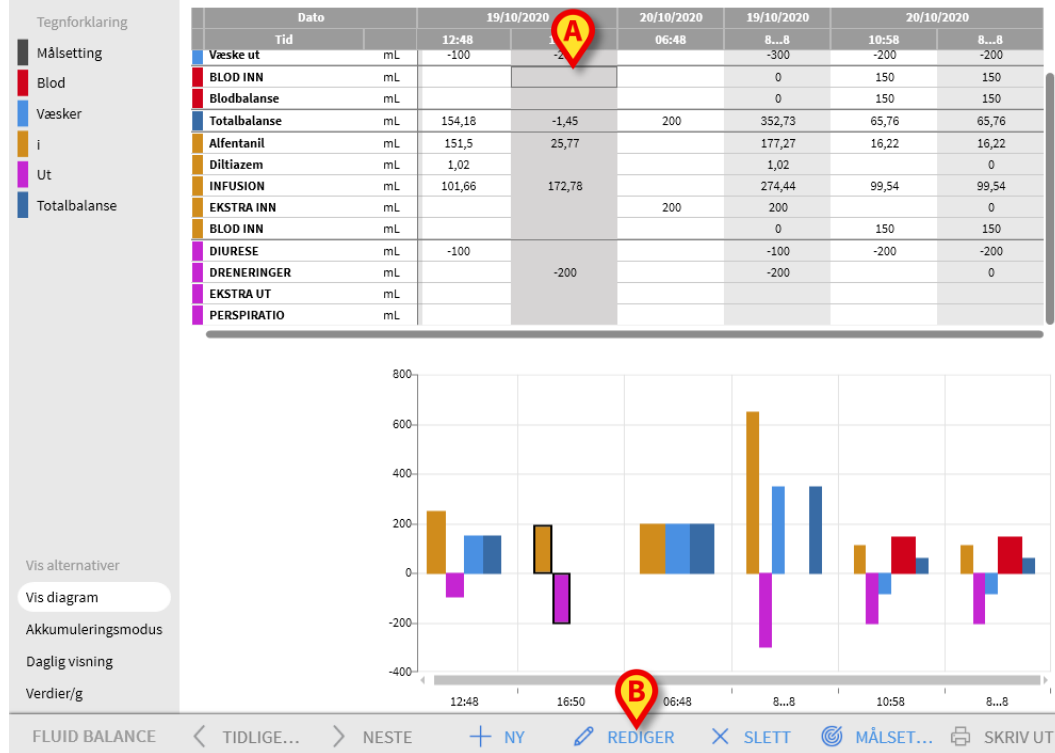

Fig. 208
Kolonnen utheves (Fig. 208 A).
- Klikk på **Rediger** på kommandolinjen (Fig. 208 B).